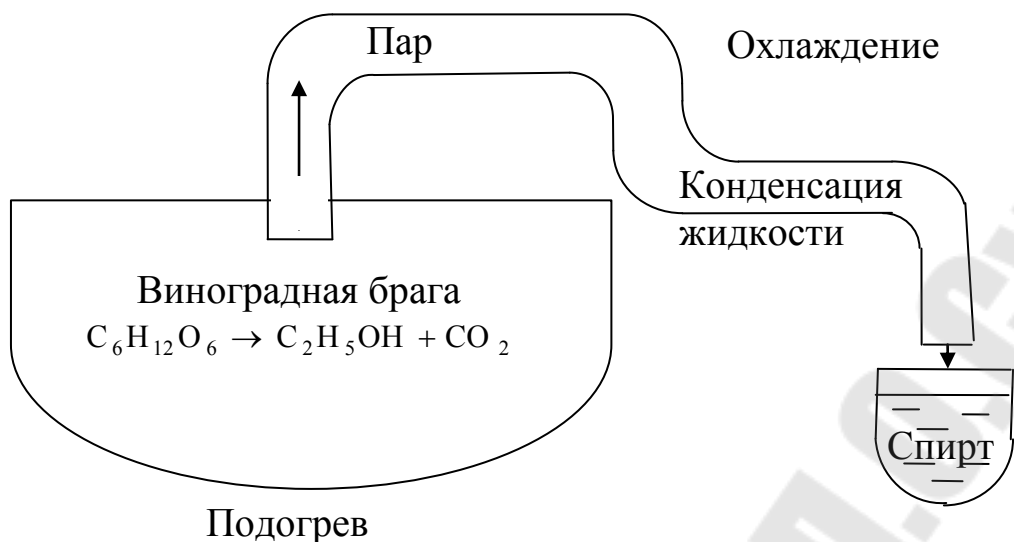

Рис. 15.1. Устройство перегонного аппарата периодического действия
5.1. *Перегонка* – процесс разделения смеси на составляющие ее компоненты или фракции (табл. 15.3) по принципу разных температур кипения. Этот процесс используется при переработке нефти, каменно-угольной смолы, а также, например, в пищевой промышленности для получения спирта из виноградной браги (рис. 15.1).
На рис. 15.1 показана схема перегонного аппарата периодического действия, т. е. периодически нужно сливать остатки из бака с сырьем и заливать новую смесь. Перегонка нефти осуществляется в установках постоянного действия, которые называются ректификационными колоннами. В основе принципа действия ректификационной колонны лежит зависимость температуры кипения углеводорода от его состава и строения, например, от длины молекулы (табл. 15.3).